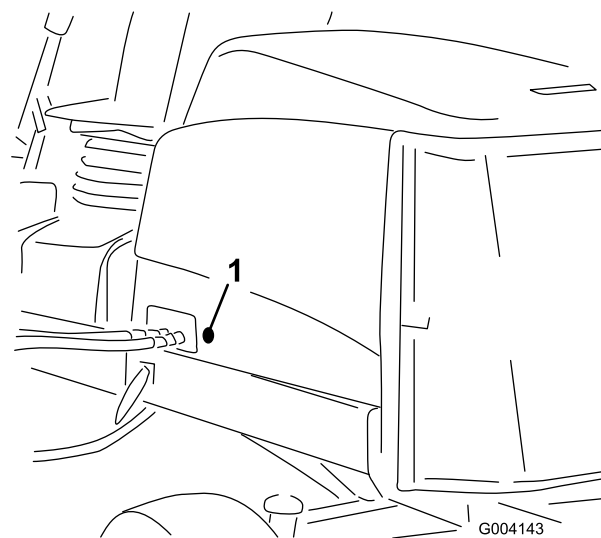

Figura 35
2. Retire o olhal de borracha do orifício do lado esquerdo do capot (Figura 35).